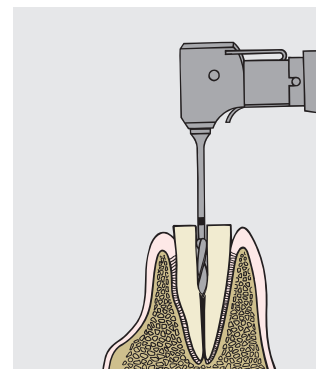

Fig. 1
**Modo d'uso per Dalbo®-Rotex® 15.41****Fig. 1****a. Superficie piatta della radice**